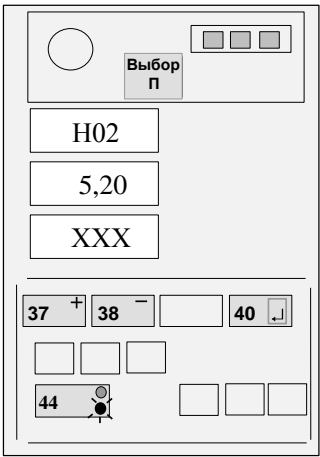

Рисунок 13
Нажимая кнопку ВЫБОР "П" (36), установить на верхнем ИЖЦ код "H02" (индикация вылета стрелы, см. рисунок 13).